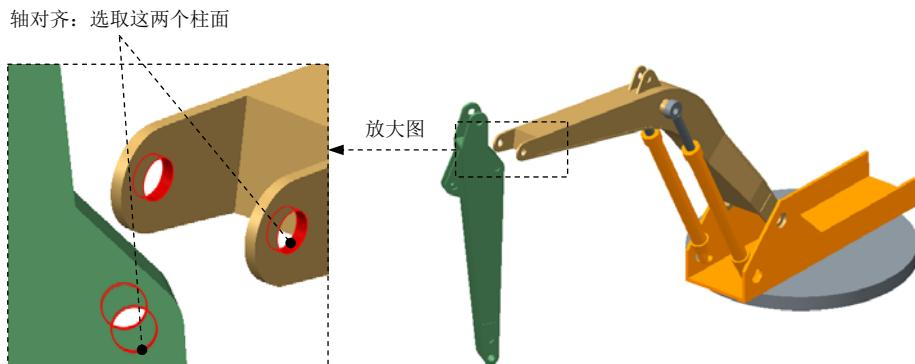
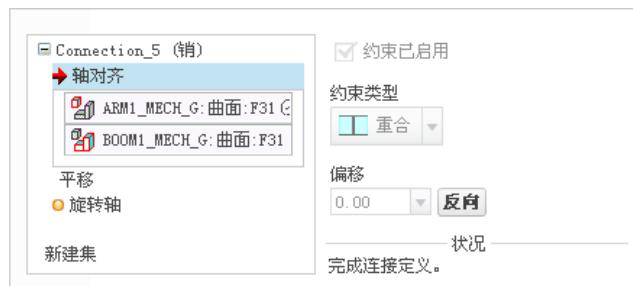

图 3.18.41 创建销 (Pin) 连接
图 3.18.42 “放置”界面
Step14. 引入元件 ARM1_MECH_G.PRT (斗杆), 并将其调整到图 3.18.41 所示的位置。
(1) 在“元件放置”操控板的机械连接约束列表中选择 销 选项。
(2) 定义“轴对齐”约束。单击操控板中的 **放置** 按钮, 分别选取图 3.18.41 中的两个柱面为“轴对齐”约束参考, 此时 **放置** 界面如图 3.18.42 所示。